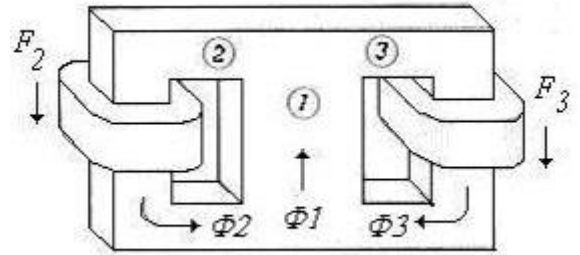

Fig. 7
8.-El mismo núcleo de acero colado del problema 6, bobinas idénticas de 500 vts.en las extremidades exteriores con el sentido del bobinado que se muestra en la Fig. 7. De nuevo  $\phi_3 = 0,173$  mWb. Halle las corrientes en las bobinas.-